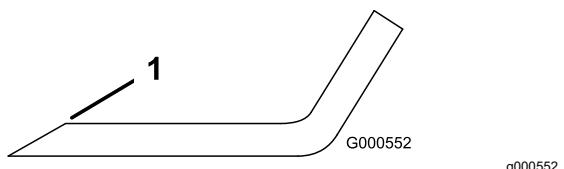

Figure 102
1. Au moyen d'une lime, aiguissez les tranchants aux deux extrémités de la lame (Figure 102).
Remarque: Si la lame est déséquilibrée, limez un peu l'extrémité de l'ailette seulement (Figure 102).